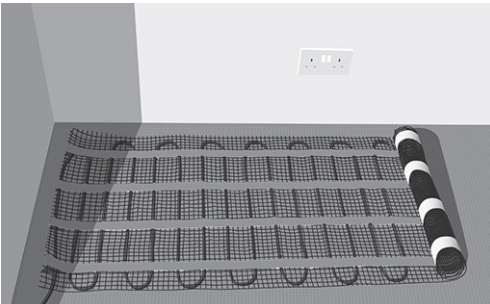
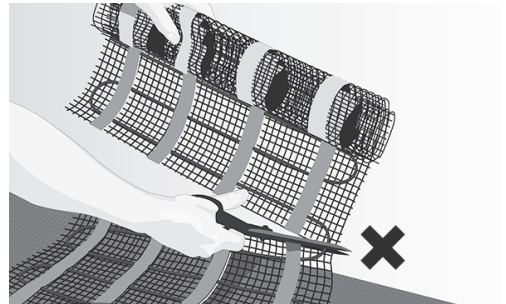

Fig. 4. Rull ut matten
Fig. 5. Klipp og snu matten uten å skade kablen
8. Rull matten ut på gulvet med nettsiden opp til du kommer til veggen eller til en hindring (Fig. 4). Klipp og snu matten for å fortsette å legge den. Ikke kutt kablen (Fig. 5).